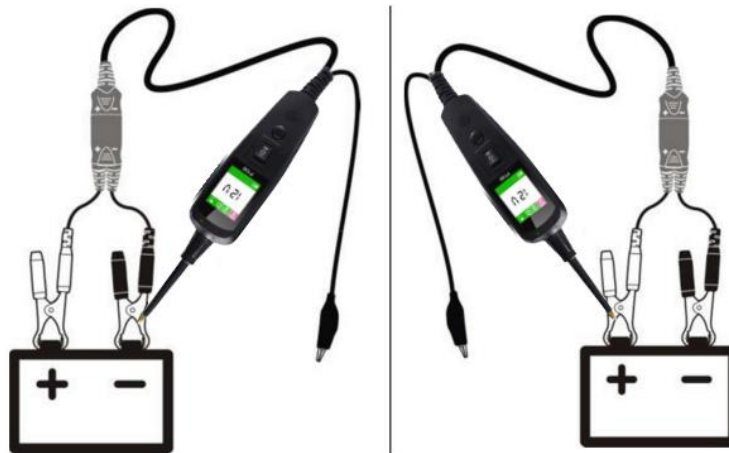

Abb. 7
- Wenn die Sondenspitze mit einem OFFENEN Stromkreis in Berührung kommt, leuchtet keine der beiden LEDs. (Abbildung 7)